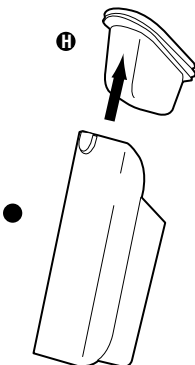

FIG. 7
Step 2: Grasp handle inside filter and pull filter out of dust cup **G** (Fig. 7).
Paso 2: Tome la manija del interior del filtro y jale para extraerlo del recipiente **G** (Fig. 7).
2 Étape: Agrippez la poignée du filtre à l'intérieur et tirez le filtre hors du bac **G** (Fig. 7).